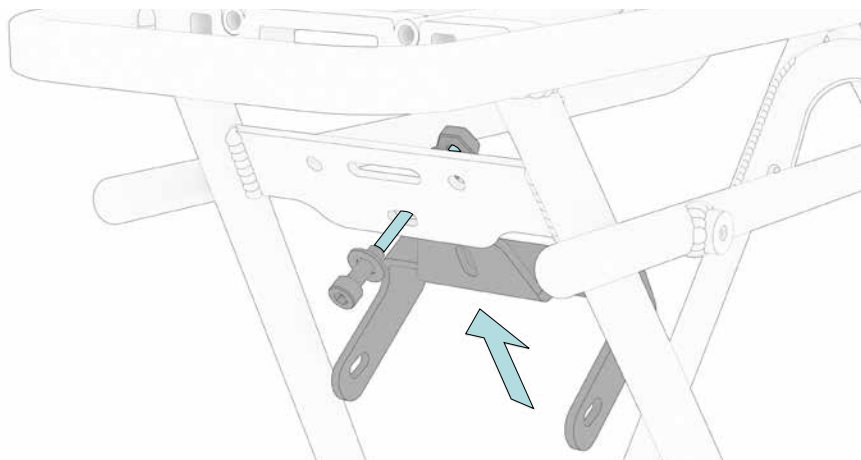

Fig. 11
La tôle de raccordement du garde-boue est fixée au porte-bagages. Utilisez les vis cylindriques M5 (4), les écrous autobloquants (5) et les rondelles (6 x 2 unités). Pour terminer, on peut y fixer le garde-boue en utilisant les vis à tête ronde M5 x 14 (10) et les rondelles (12) (fig. 11 et 12).